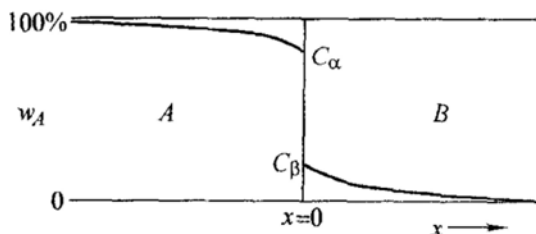

图 42-8 第三题第 3 小题第 (1) 题解答图
(1) 见图 42-8。
(2) 边界条件: $\left\{ \begin{array}{l} x=0, C(x, t) = a = C_{\beta} \\ x=\infty, C(x, t) = a+b=0 \end{array} \right\}$